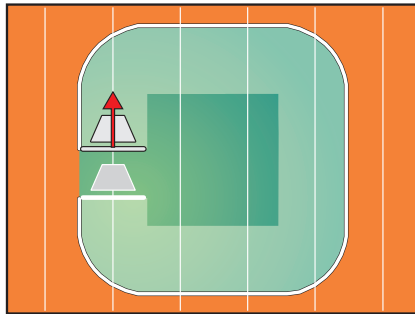
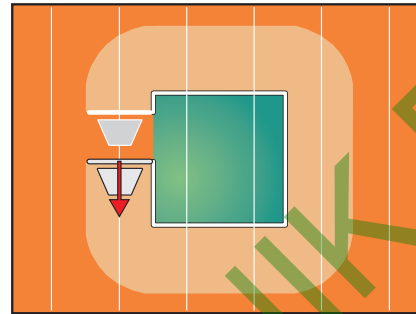
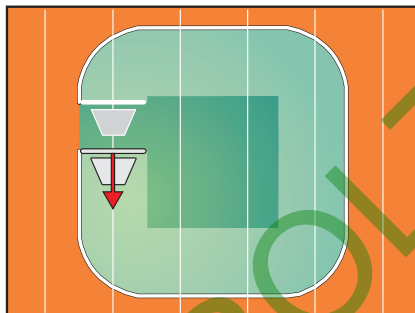
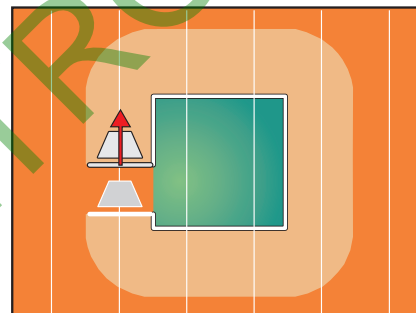

Fig. 135
Fig. 136
Fig. 137
Fig. 138
- The display will show a white line that marks the field perimeter (Fig. 135 / Fig. 136 / Fig. 137 / Fig. 138).